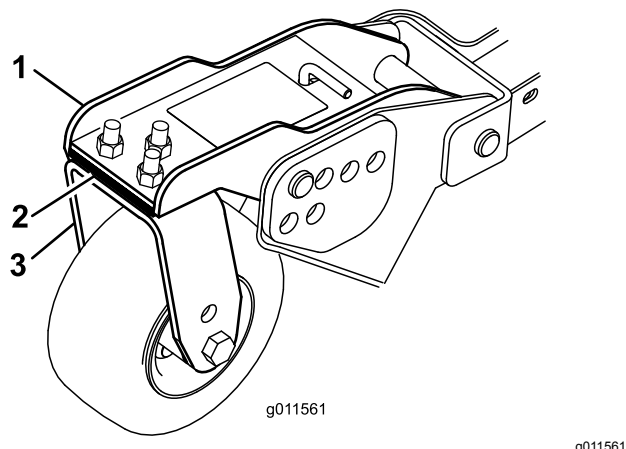

Figura 35
- Regolate gli spessori (3 mm) sul braccio (o bracci) della ruota orientabile, finché l'altezza di taglio non corrisponde al valore riportato sull'adesivo (Figura 35).
- Se il bordo interno del piatto di taglio laterale è troppo alto in relazione al bordo esterno del piatto di taglio anteriore, rimuovete uno spessore dalla parte inferiore del braccio della ruota orientabile anteriore interno sul piatto di taglio laterale (Figura 35).